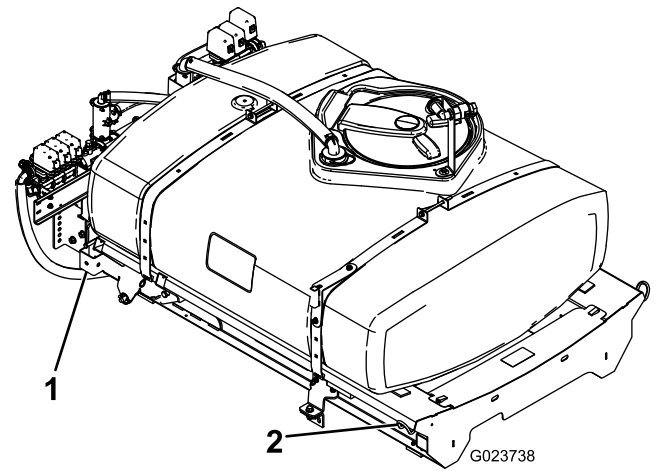

Figura 10
1. Usando un mezzo di sollevamento, alzate il gruppo del telaio di supporto del serbatoio (Figura 10) e posizionatelo sopra il telaio del veicolo con la pompa e i gruppi valvola rivolti verso la parte posteriore.